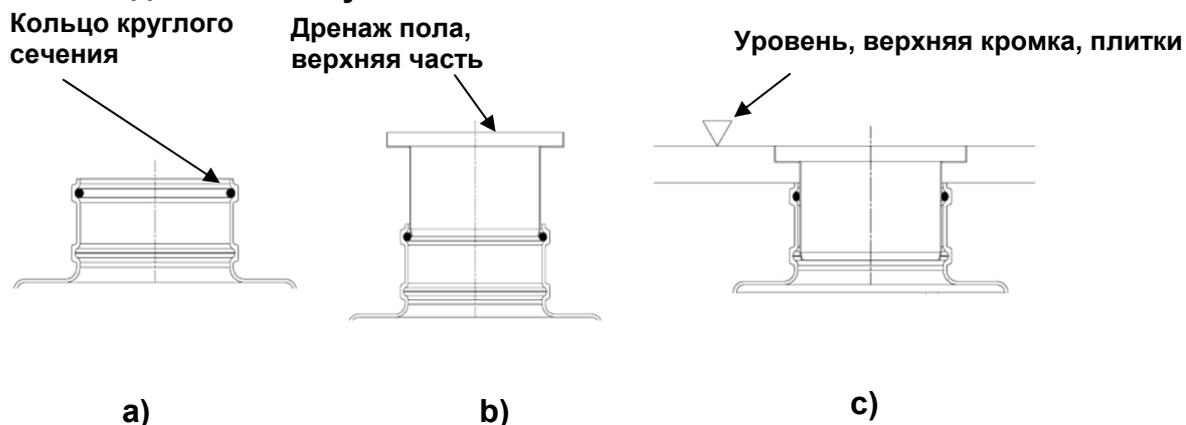

Рис. 7 Герметизация резервуара/дренажа пола
- Установить и выровнять нижнюю часть дренажа пола (рис. 7)